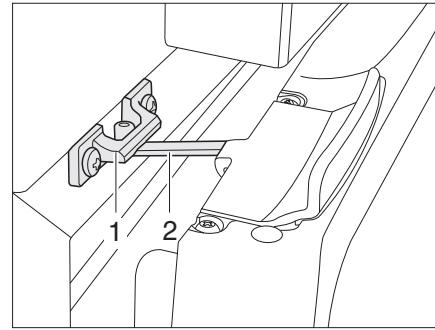

Fig. 362 Porta del frigorifero in posizione di ricircolo d'aria (Thetford)
- Aprire il bloccaggio (Fig. 362,2) e innestarla nella sede di bloccaggio (Fig. 362,1). In questo modo la porta del frigorifero rimane ferma in posizione socchiusa.